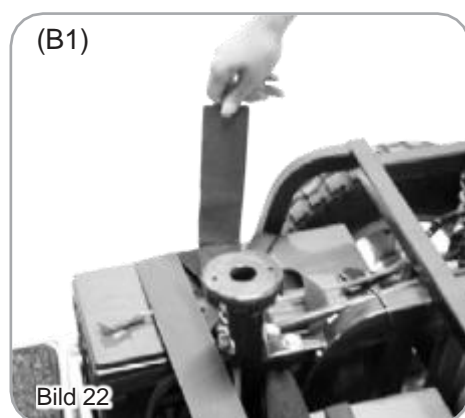

Bild 22
3. Frigör kardborreband (B1) (Bild 22).